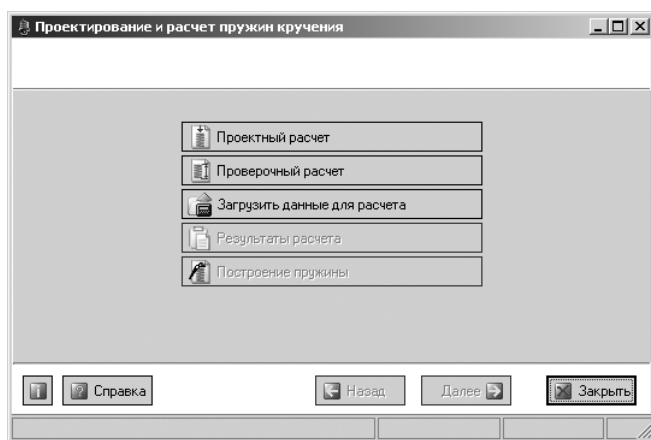

Рис. 4.86. Главное окно системы **Проектирование и расчет пружин кручения**
- щелкните дважды в окне системы управления библиотеками **Менеджера библиотек** (см. рис. 4.5) по подключаемой системе – **Пружина кручения**. Через некоторое время появится главное окно системы **Проектирование и расчет пружин кручения**, изображенное на рис. 4.86;